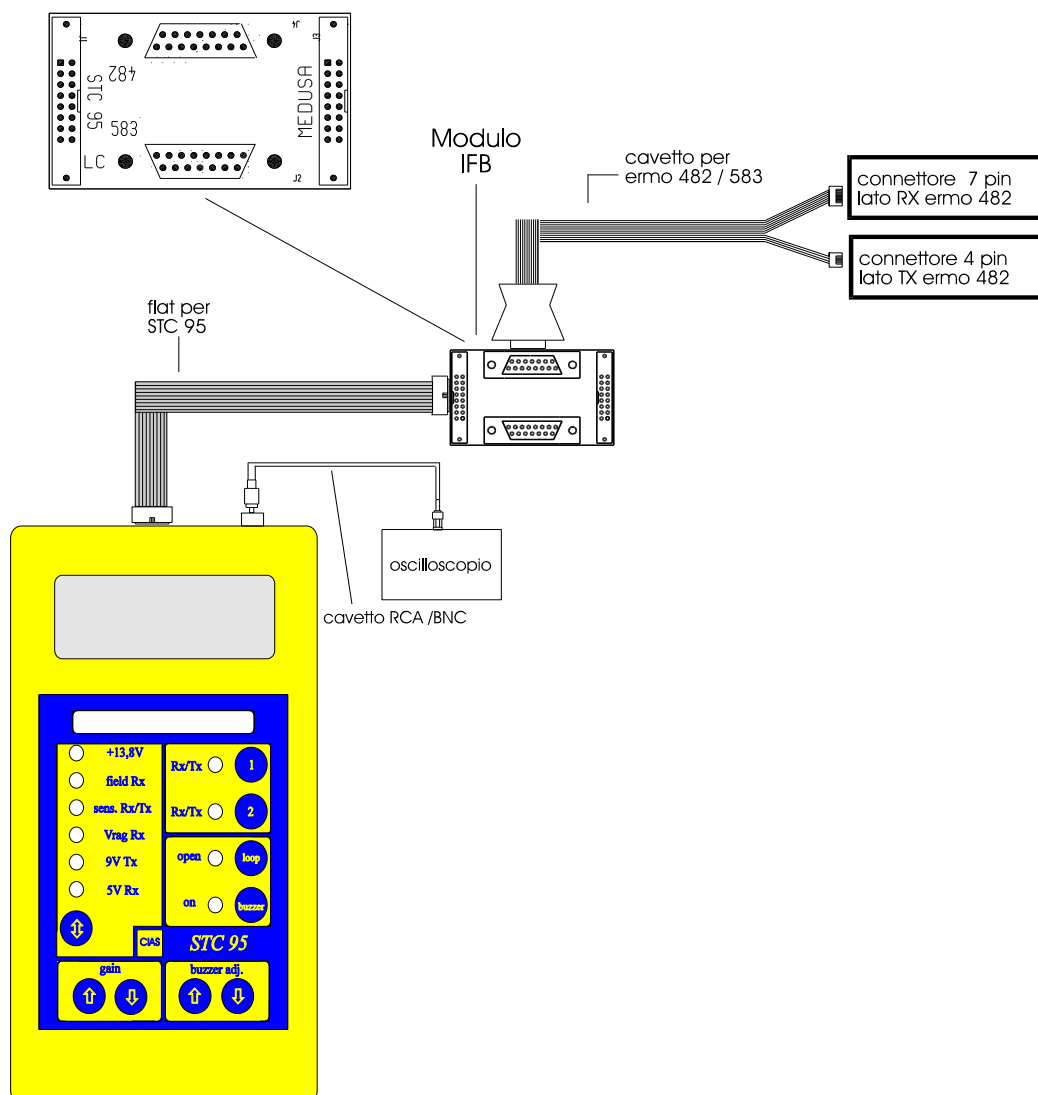

Figura 11
5. Effettuare l'interconnessione tra lo strumento STC 95 e la barriera ERMO 482 TX, come indicato in figura 11, inserendo il connettore a 4 pin nel "connettore di misura" del circuito.
- a) Verificare che il led **"Rx/Tx 1"** (22) sia acceso. Qualora fosse spento premere il tasto **"1"** (21) per accenderlo.
- b) Premere il tasto **"↕"** (10) tante volte quante ne servono per accendere il led **" $+ 13,8 V$ "** (4). La tensione letta sul display (2) dovrà essere $13,8 V \pm 10 \%$.
- c) Premere il tasto **"↕"** (10) fino alla accensione del led **"9V Tx"** (8). La tensione letta sul display (2) dovrà essere $9 V \pm 10 \%$.
- d) Premere il tasto **"↕"** (10) fino alla accensione del led **"sens Rx Tx"** (6). La tensione letta sul display (2) dovrà essere $4,5 V \pm 10 \%$.
5. effettuare la interconnessione tra lo strumento STC 95 e la barriera ERMO 482 RX, inserendo il connettore a 7 pin nel "connettore di misura" presente sul circuito ricevitore come indicato in figura 11.